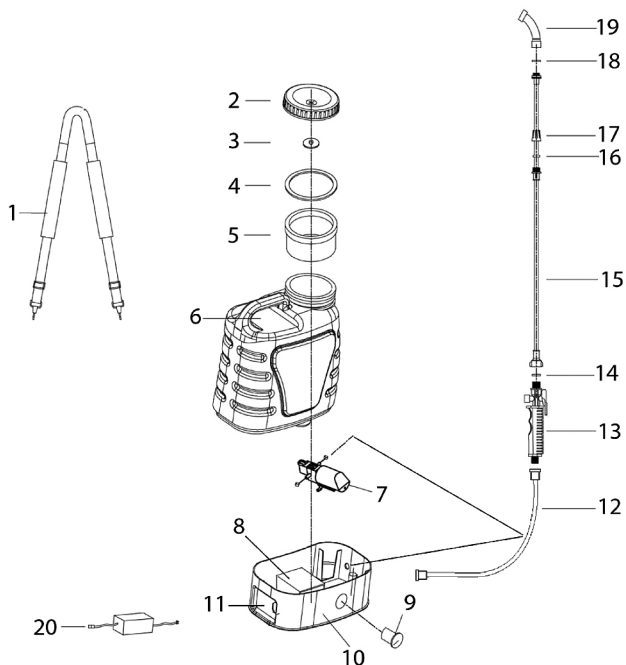
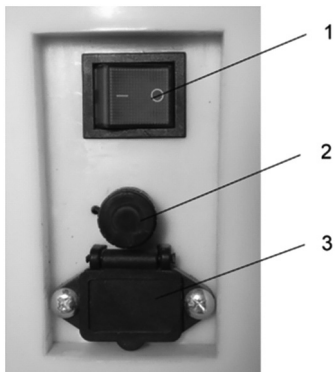

Рис. 1 Основные узлы и органы управления
Рис. 2 Панель управления
Распылитель аккумуляторный поступает практически в собранном состоянии. Для окончательной сборки необходимо извлечь распылитель из коробки. Проверить соединения в соответствии с Рис. 1 (при необходимости затянуть). Установить необходимую форсунку (Рис. 3).
7. Приготовить требуемый раствор и залить жидкость в бак опрыскивателя через фильтр 5 заливной горловины (Рис. 1).
Для зарядки аккумулятора вставьте штекер зарядного устройства в разъем 3 (Рис. 2) на панели управления опрыскивателя. Затем вставьте вилку зарядного устройства в розетку электрической сети 230В/50Гц.
Индикатор 9 заряда (Рис. 1) во время зарядки горит красным светом. После
2. Для опрыскивания с максимальным давлением переведите электрический выключатель 1 (Рис. 2) в положение нажмите на рычаг управления клапаном подачи на рукоятке управления 13 (Рис. 1) и начните опрыскивание. Если отпустить рычаг опрыскиватель выключится автоматически.
3. Для регулировки давления опрыскивания переведите электрический выключатель в положение «О», а регулятор давления 2 (Рис. 2) поверните по часовой стрелке и настройте необходимое давление. Переведите электрический выключатель в положение «I».
4. Переведите электрический выключатель 1 (Рис. 2) в положение «I».
6. Для опрыскивания нажмите на рычаг управления клапаном подачи на рукоятке управления 13 (Рис. 1).
7. Заряд аккумулятора контролируйте по индикатору 9 (Рис. 1).